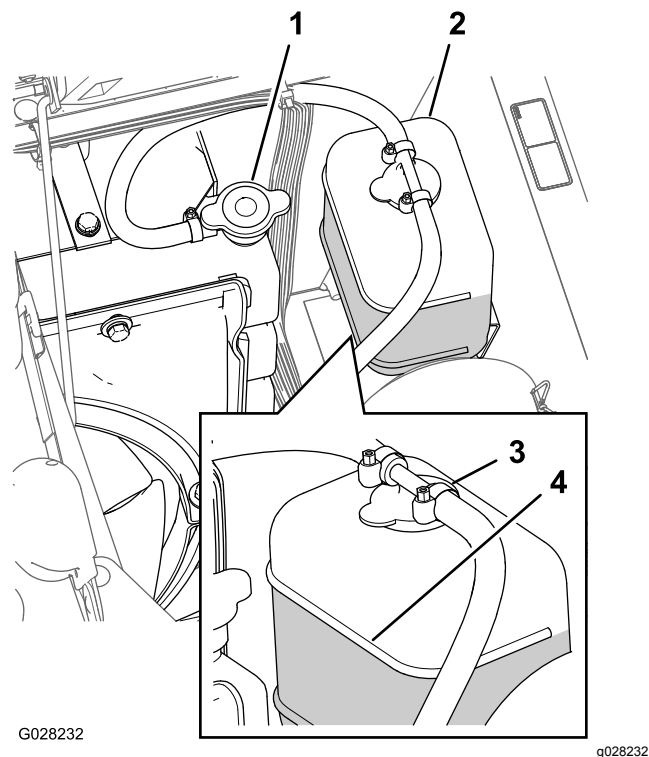

Figura 85
3. Retire cuidadosamente el tapón del radiador y el tapón del depósito de expansión (Figura 85).
Nota: El radiador debe llenarse hasta la parte superior del cuello de llenado, y el depósito de expansión debe llenarse hasta la marca Full (lleno) del depósito (Figura 85).
5. Si el nivel de refrigerante es bajo, retire el tapón del depósito de expansión y el tapón del radiador, y llene el depósito de expansión hasta la marca Lleno y el radiador hasta la parte superior del cuello de llenado. Figura 85
6. Coloque el tapón del radiador y el tapón del depósito de expansión (Figura 85).
2. Cuando el motor se haya enfriado, retire el tapón del radiador (Figura 85).
11. Abra el tapón del depósito de expansión y llene el depósito con refrigerante hasta el nivel de "Frío" (Figura 85).
6. Retire el tapón del radiador (Figura 85).
8. Arranque el motor con el tapón del radiador aflojado (Figura 85).
10. Una vez que el refrigerante se ha calentado, añada más refrigerante hasta que el nivel llegue a la superficie sellante del tapón, y apriete el tapón (Figura 85).